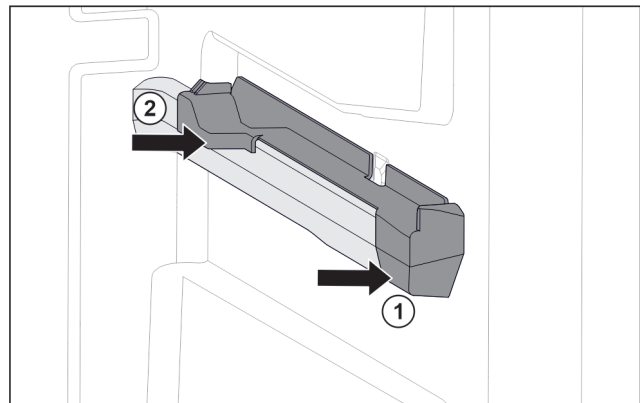

Fig. 109 Piesă de fixare pe nervura din dreapta a recipientului
- ▶ Așezați piesa de fixare în față pe nervura recipientului. Fig. 109 (1)
- ▶ Apăsați piesa de fixare spre spate. Fig. 109 (2)